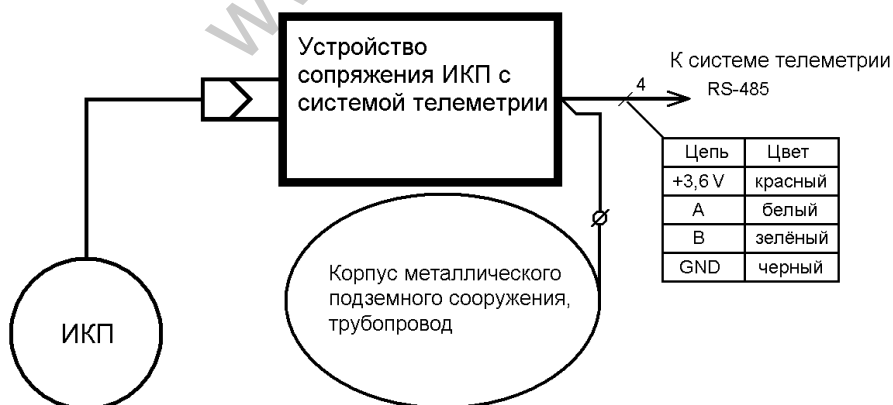

Рис. 1
6.2.1 Схема подключения цепей к входам и выходам Устройства приведена на рис.1.